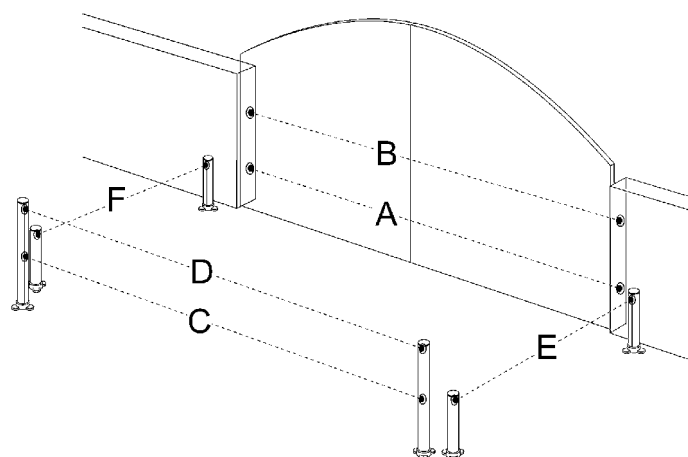
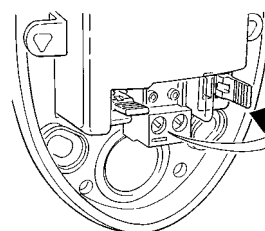

Figura 58
Figura 59
En cualquier momento es posible instalar más fotocélulas, además de aquellas entregadas de serie con el WS2. En un automatismo para puertas de 2 hojas es posible colocarlas tal como representado en la figura 58.
- 2 Localice la posición en la que están instaladas según la Figura 58 y haga el puente según la Tabla 11. Los puentes que no se usen se guardan en el compartimiento reservado a tal fin, para poder ser utilizados posteriormente (figura 59).